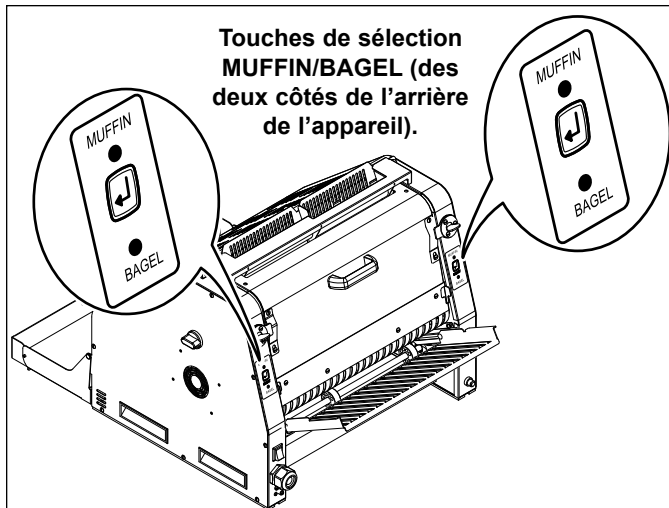

Figure 6. Purge des produits : Arrière de l'appareil
Alors que l'appareil est en mode READY ou WAIT, il vous est aussi possible d'appuyer sur les DEUX touches de sélection MUFFIN/BAGEL simultanément et les maintenir enfoncées pour purger le produit de l'appareil. Ces touches sont situées à l'arrière de l'appareil. Voir la figure 6.
- Appuyer sur les deux touches de sélection **MUFFIN/BAGEL** à l'arrière de l'appareil et les maintenir enfoncées (figure 6) pour exposer la partie de la courroie qui n'a pas été nettoyée. Répéter l'étape 2 sur la partie de la courroie qui n'a pas été nettoyée.